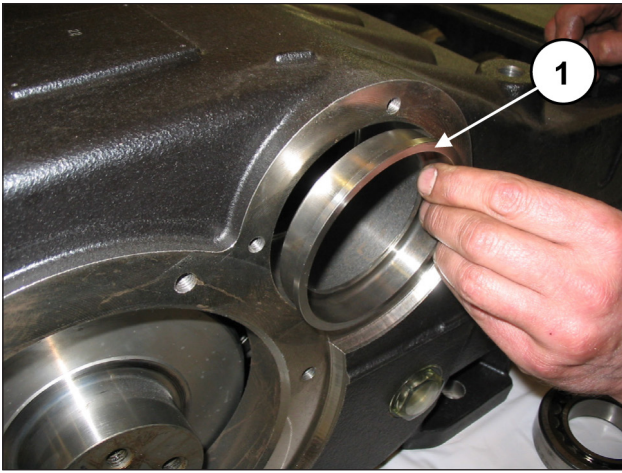
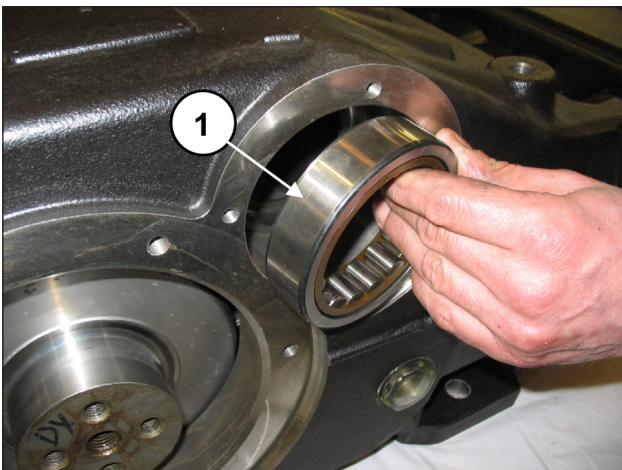

Abb. 54
Abb. 55
Treiben Sie auf einer Gehäuseseite die Pleuelbuchse der Pleuel (Pos. ①, Abb. 54) und einen Außenring des Pleuels (Pos. ①, Abb. 55) mithilfe eines Pleuelstößels ein.